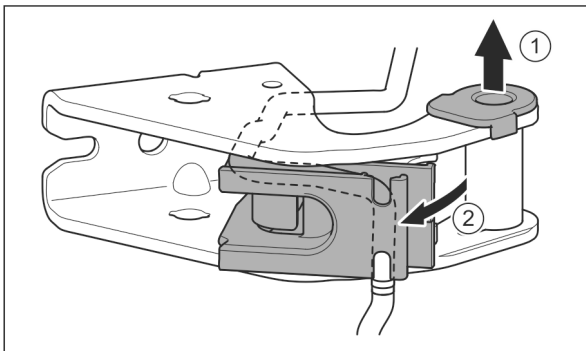

Fig. 24
- Vytáhněte ložiskové pouzdro z vedení. Fig. 24 (1)
- Otočte držák kabelu ven. Fig. 24 (2)